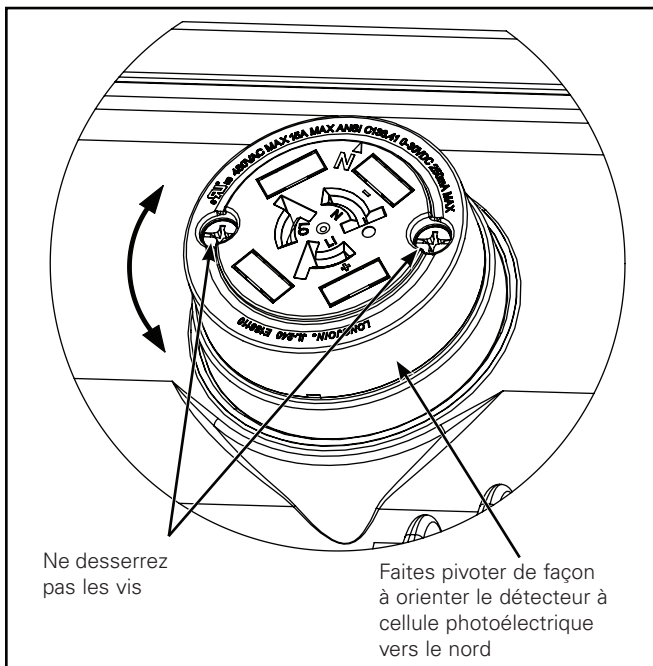

Figure 1. (À 7 BROCHES, réglable sans outils)
**Remarque:** Ne desserrez pas les vis de la cellule réglable sans outils à 7 BROCHES. (Figure 1).